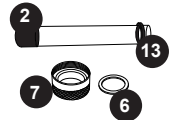

Abbildung 6
6. Entfernen Sie die Quarzdichtungsmutter (7) durch Drehen **entgegen den Uhrzeigersinn**, Abb. 3. Benutzen Sie, falls notwendig, eine Wasserpumpenzange, Abb. 5. Sie werden bemerken, dass dort eine Unterlegscheibe (6) vorhanden ist, die über das Quarzrohr gleitet. Bewahren Sie die Unterlegscheibe (6) für späteren Gebrauch auf, Abb. 6. Dort befinden sich ebenfalls ein schwarzer Dichtungsring (13). Fassen Sie den schwarzen Dichtungsring und entfernen Sie das Quarzrohr langsam und vorsichtig.
7. Nun können Sie das Quarzrohr (2) reinigen oder austauschen. Zur Reinigung des Quarzrohrs (2) folgen Sie den Schritten 8, 9 und 10. Zum Austausch des Quarzrohrs (2) überspringen Sie die Schritte 8 und 9 und führen Sie Schritt 10 aus.